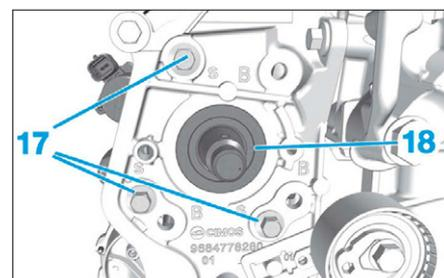

FIG. 43
- les vis (17) (Fig.43),
- la pompe haute pression carburant (18).